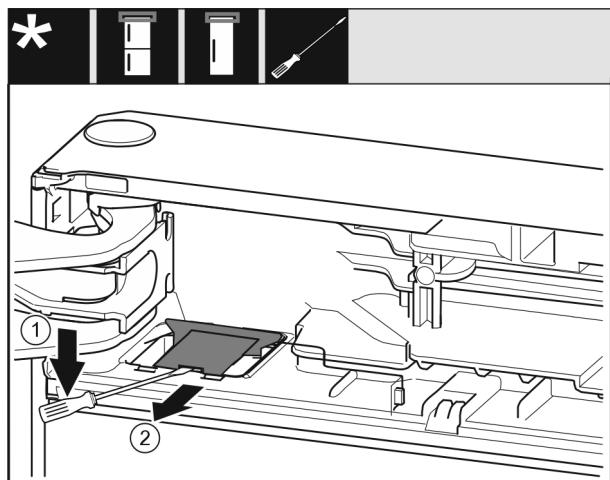

Fig. 9
► Ravnim odvijačem otkopčajte pokrov i potom ga podignite. Fig. 9 (1)
► Izvadite pokrov. Fig. 9 (2)